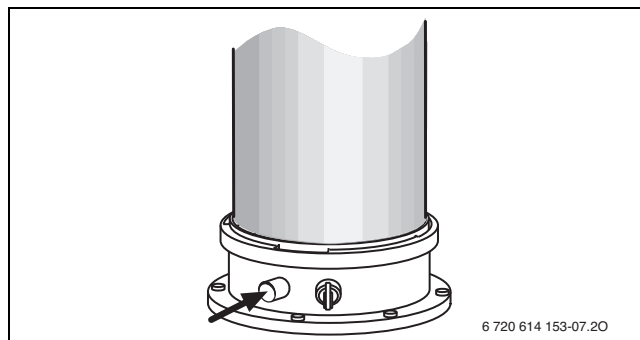

Fig. 46 Orificiu de măsurare a gazelor arse
- Deschideți șurubul micrometric pentru presiunea diferențială a vanei de gaz (→ Fig. 46).